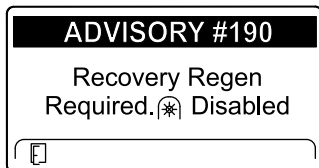

Figure 49
- ADVISORY #190 (avis n° 190), demande de régénération d'urgence – prise de force désactivée, affiché (Figure 49)